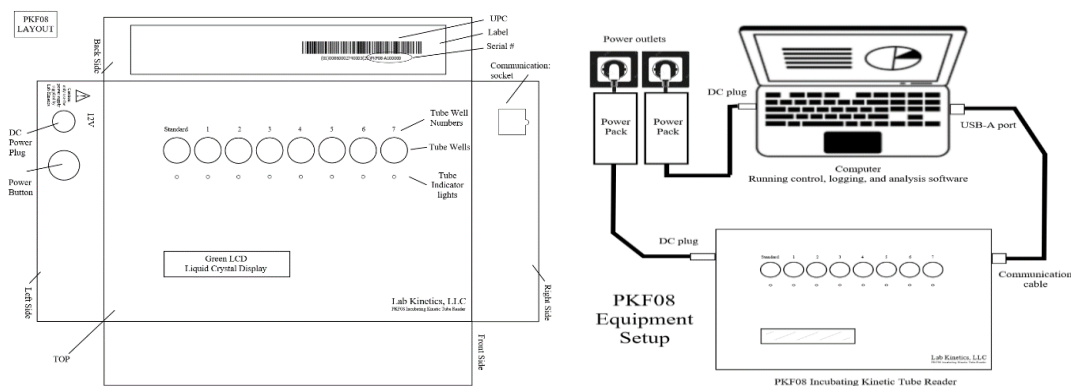

Figura 2: Pantalla del instrumento PKF08 y conexión al ordenador
- o Conexión de comunicación (hardware): se incluye el cable de comunicación. El extremo USB-A va en el puerto USB del ordenador, el extremo USB-B va en el PKF08; véase la Figura 2.